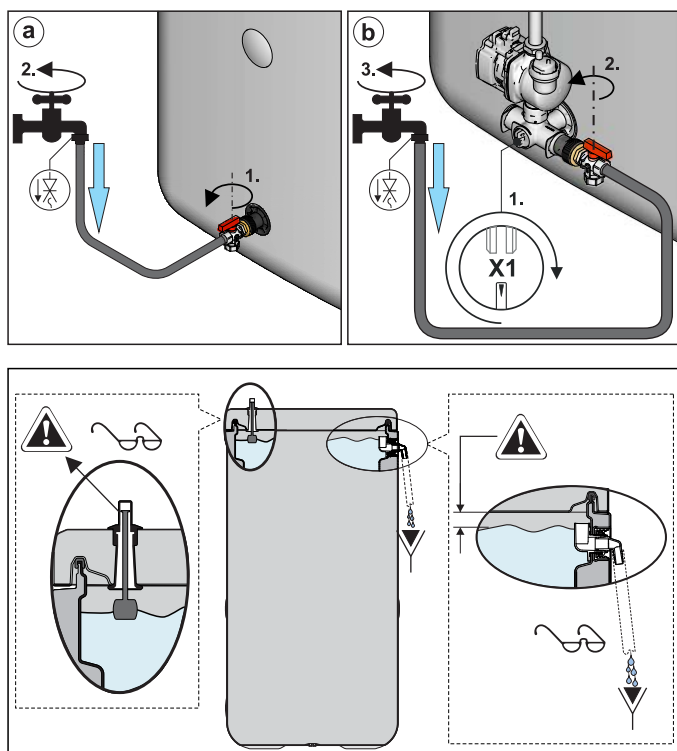

Fig. 3-5 Remplissage du ballon tampon - avec raccord de remplissage KFE
- Uniquement avec $p=0$ système solaire : Régler la garniture de soupape sur le raccord coudé afin que l'accès au bouchon borgne soit ouvert (fig. 3-5).
- Ouvrir le robinet de remplissage au niveau du raccord de remplissage KFE et de l'alimentation en eau froide et remplir le réservoir du ballon du Daikin EKHWP jusqu'à ce que l'eau sorte au niveau du trop-plein de sécurité (fig. 3-5, rep. 5).